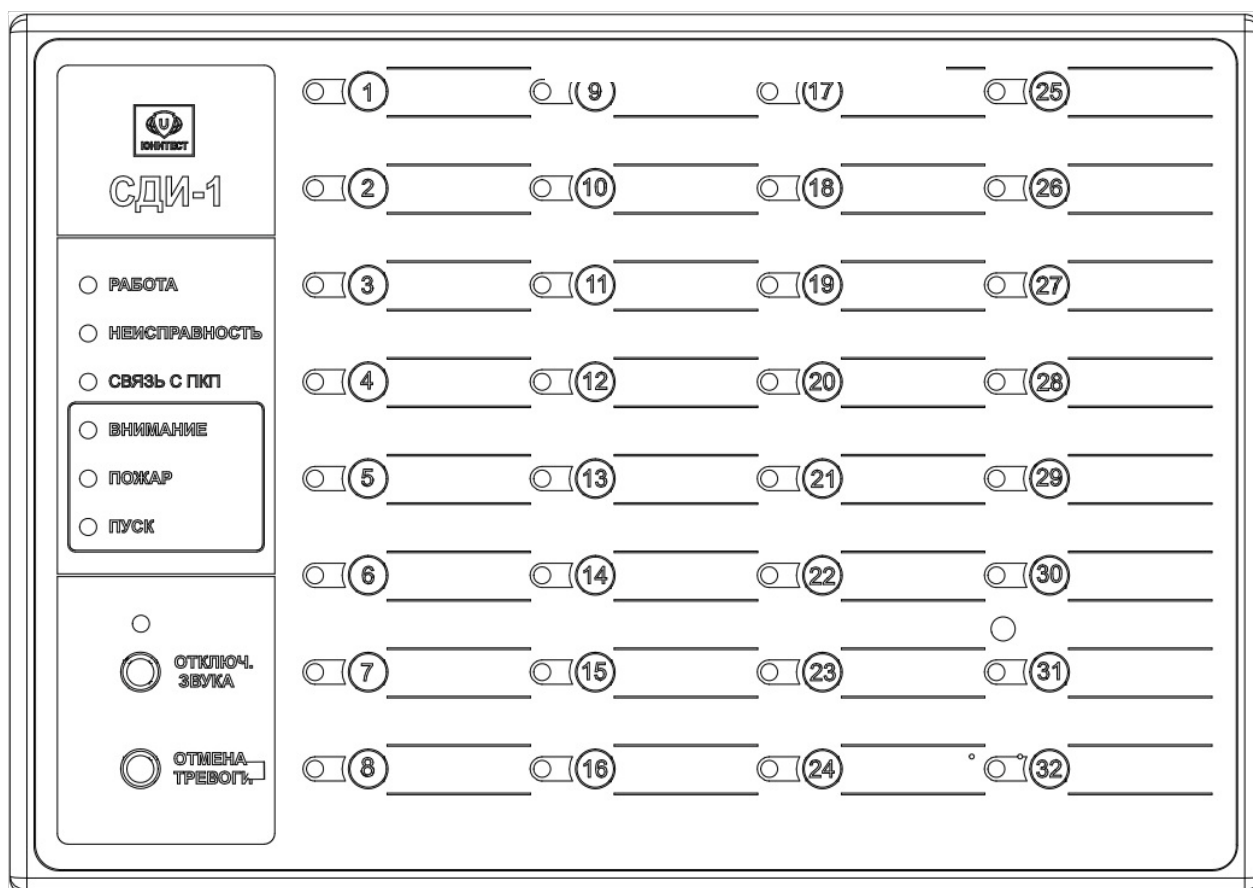

Рис.1. Внешний вид СДИ-1.
1.3. Внешний вид СДИ показан на рис.1.